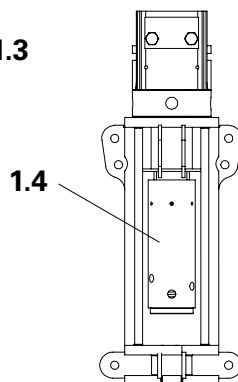

Fig. 3
2. Ruotare in senso orario l'alloggiamento dell'albero di testa (1.4) con l'albero di montaggio fino al fine corsa. (Fig. 3)